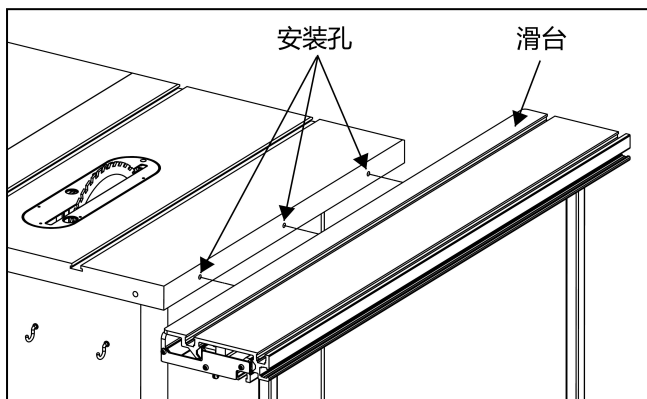

图 6
----如果您的台锯台板左侧未装有副台板或者没有适当的安装孔，您需要在台锯主台板侧面加工三个 M8-1.25 的孔，来适配滑台(见图 6)。